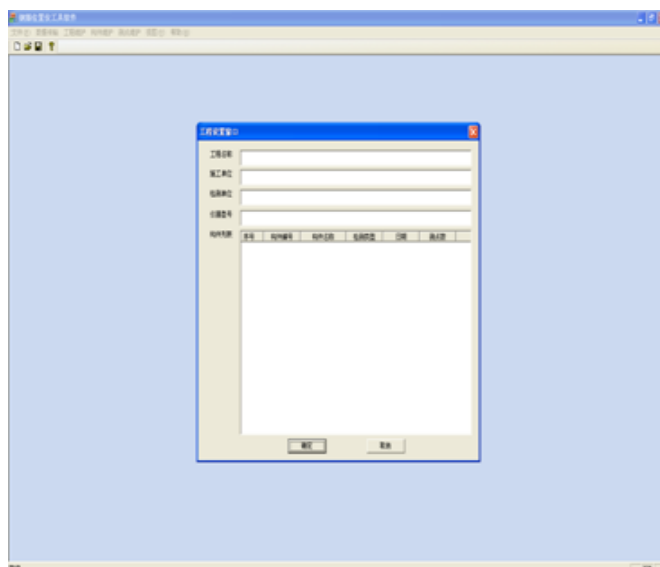

图 6-1
- **【新建工程】**新建一个工程文件（.pro 文件），测试数据都是工程文件的方式来进行保存的，一个工程文件可包含若干个构件数据。见图 6-1